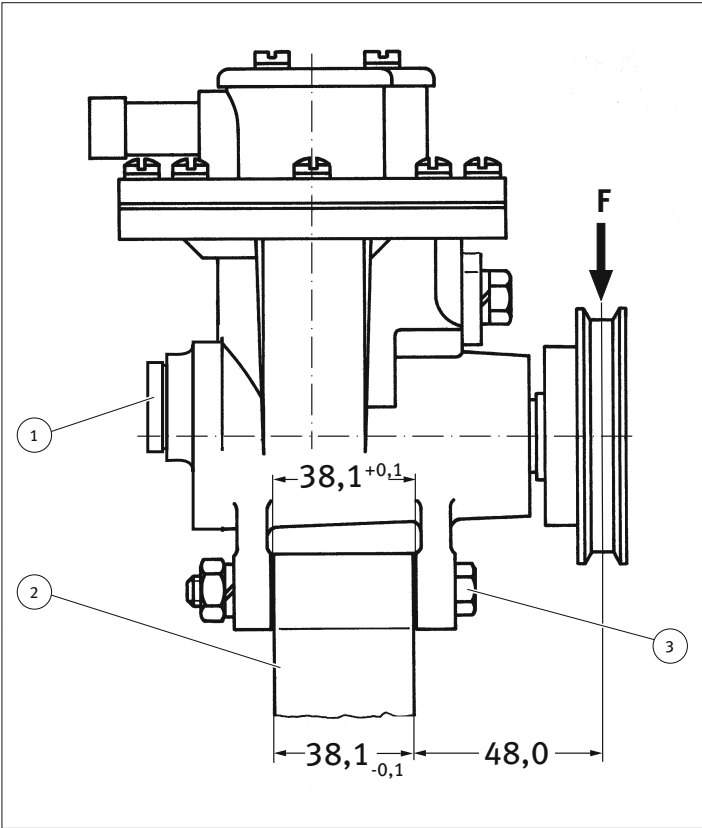

Abb. 1/ Fig. 1/ Puc. 1/ 图1
- 泵具有独立的机油回路并加注了 40 cm³ HD-SAE 15 W-40。每行驶 30000 km，进行如下油位检查：小心地旋出加注螺栓 (1)，见图 1；当泵处于允许的安装位置时，检查机油是否恰好从开口流出，必要时重新加满。以 25 Nm 的力矩重新拧紧加注螺栓。
普遍使用, 图 1 和 2
1. 以双转臂和楔形皮带张紧装置（拉杆）固定。也可不使用拉杆，而是建立固定连接，通过分开的楔形皮带轮进行皮带张紧。在这种情况下，通过插入或取出楔形皮带轮之间的间隔垫圈调整皮带张力。遵守图 1 和 2 中的安装位置规定，确保传动件适当润滑。以旋转臂固定时，应严格遵守张紧器的底座尺寸。
关于图 1 和 2（尺寸以 mm 为单位）